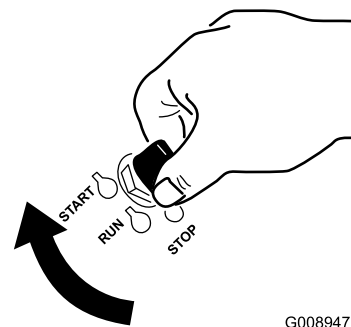

Figure 20
6. Tournez la clé de contact à la position Démarrage (Figure 20). Relâchez la clé quand le moteur démarre.